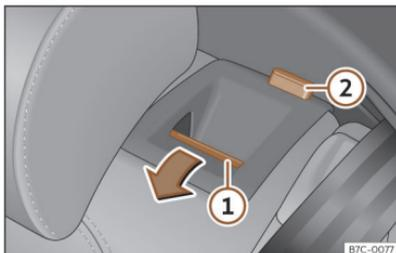

Fig. 97 Asiento trasero: abatir el respaldo.
- Pulse la tecla de desbloqueo >>> fig. 97 ① hacia delante y, al mismo tiempo, abatir el respaldo. El respaldo trasero está desbloqueado cuando se ve una marca roja en la tecla ②.